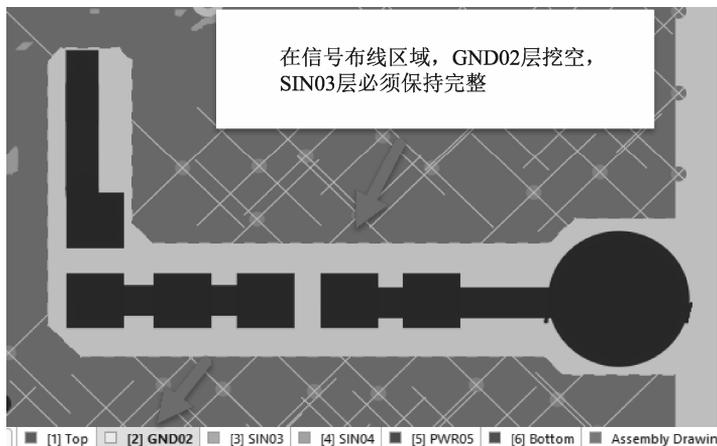

图 3-50 RF 布线处理
④ 按计算出的线宽布线，同时挖空相邻层，保持下一层在布线区域有完整的铜皮，如图 3-50 所示。